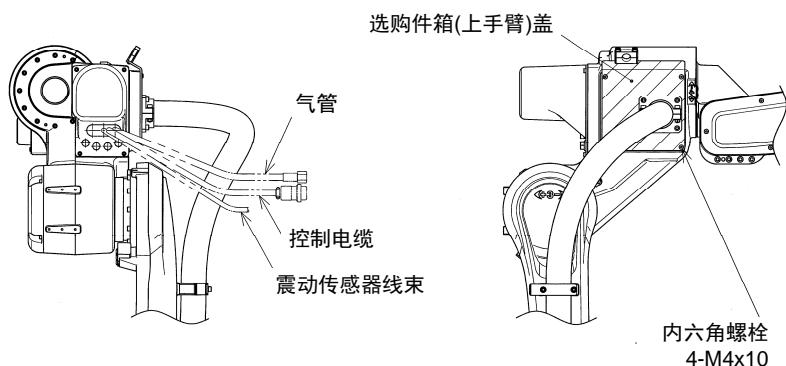

图 1.4 选购件箱(上手臂)外观
- 参考图1.4，拆卸4根内六角螺栓(M4×10)，并打开上手臂的选购件箱(上手臂)盖。